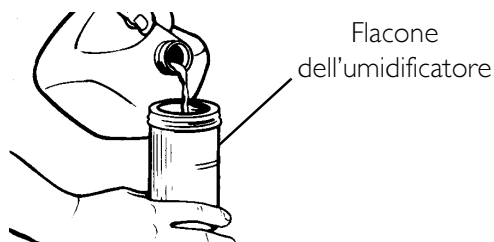
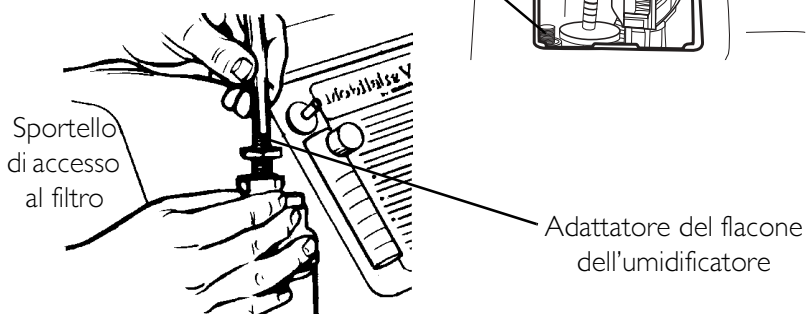
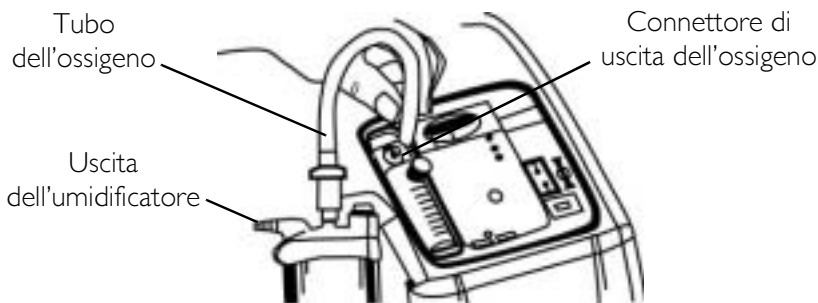

FIGURA 5.1 Riempimento dell'umidificatore
FIGURA 5.3 Collegamento dell'adattatore del flacone dell'umidificatore
FIGURA 5.4 Collegamento del tubo dell'ossigeno
NOTA: Per questa procedura, fare riferimento alla FIGURA 5.1, FIGURA 5.2 a pagina 90, FIGURA 5.3 a pagina 92 e FIGURA 5.4 a pagina 93.
3. Rimuovere lo sportello di accesso al filtro situato sul lato del concentratore. Inserire un cacciavite a testa piatta nella scanalatura della piastra situata sul bordo superiore dello sportello di accesso al filtro e aprire con delicatezza lo sportello. Vedere DETTAGLIO "A" nella FIGURA 5.3.
4. L'adattatore dell'umidificatore si trova vicino al filtro di entrata. Tirare verso l'alto e rimuovere l'adattatore del flacone dell'umidificatore. Vedere Dettaglio "B" nella FIGURA 5.3.
5. Collegarlo all'umidificatore ruotando in senso antiorario il dado ad alette del flacone fino a fissarlo saldamente. Vedere Dettaglio "C" nella FIGURA 5.3.